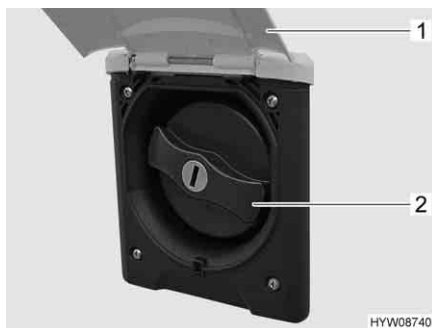

Fig. 153 Coperchio (bocchettone di riempimento dell'acqua potabile)
- Sollevare lo sportello esterno (Fig. 153,1).
- Ruotare il coperchio blu (Fig. 153,2) di un quarto di giro.